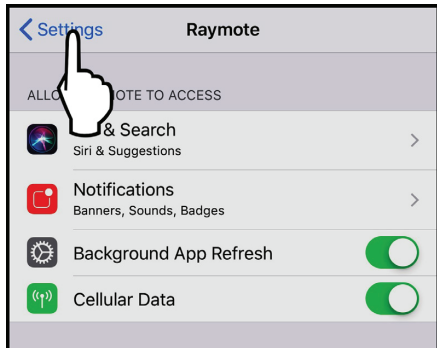

Figure 91. Sélectionnez menu "Settings"
- Appuyez sur Paramètres pour afficher le menu des paramètres, voir **Figure 91**.